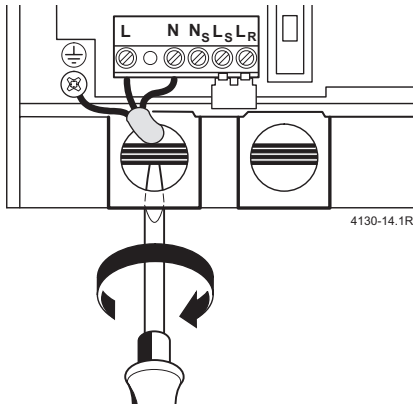

Fig. 15
- ▶ Fare passare il cavo attraverso la guarnizione del passacavo e collegarlo come da, fig. 15.